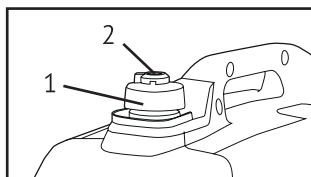

Рис. 8
- После полного охлаждения двигателя поверните воздушный клапан (2) крышки топливного бака (1) в положение «Выкл./OFF», (рис. 8).